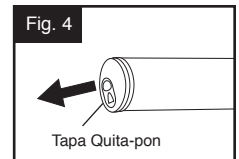

Fig. 4
4. Empuje el cartucho de grasa hacia el barril completamente, hasta que el metal selle con la parte superior de la pistola de grasa. Retire el sello de arriba del cartucho. (Fig. 4)